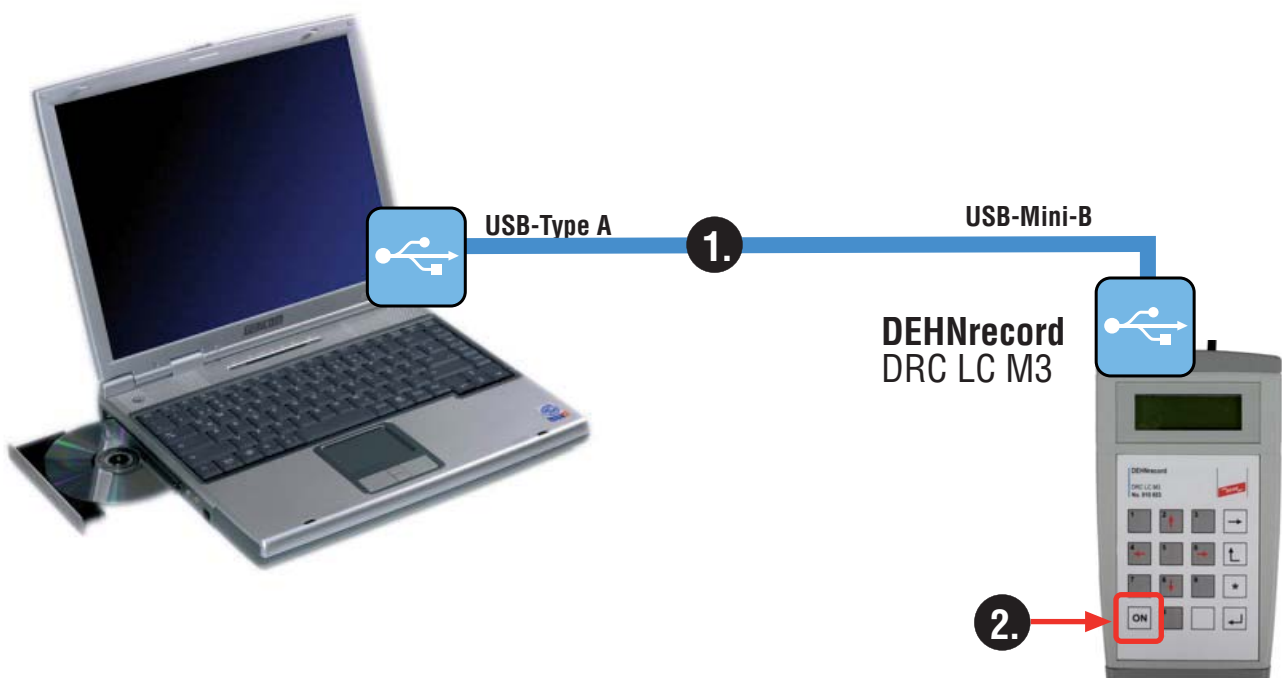

Fig. 1
1. Verbind de hand tester met de PC via USB kabel, zie Fig.1